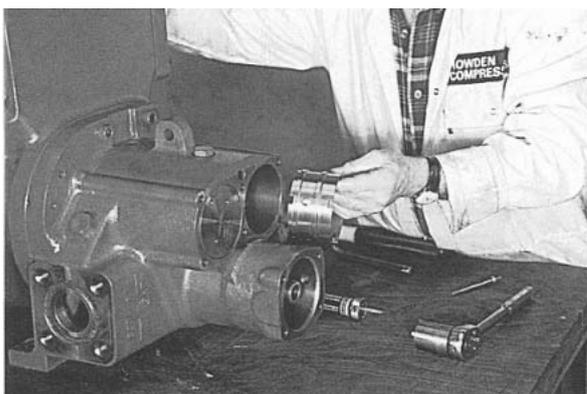
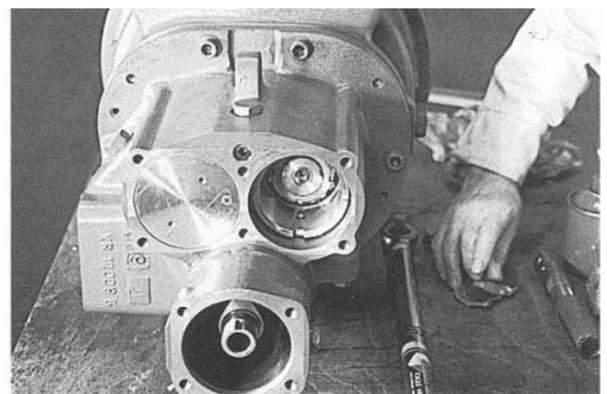

Рис. 139
Рис. 140
27. Смажьте конечное отверстие "мама" и вставьте распорку "мама" (рис. 139) на место. (Рис. 140)